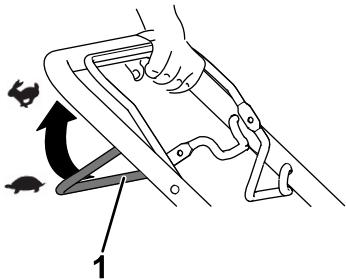

図 14
- 自走を開始するには自走バーをハンドルに押し付けるように引き込む**図 14**。